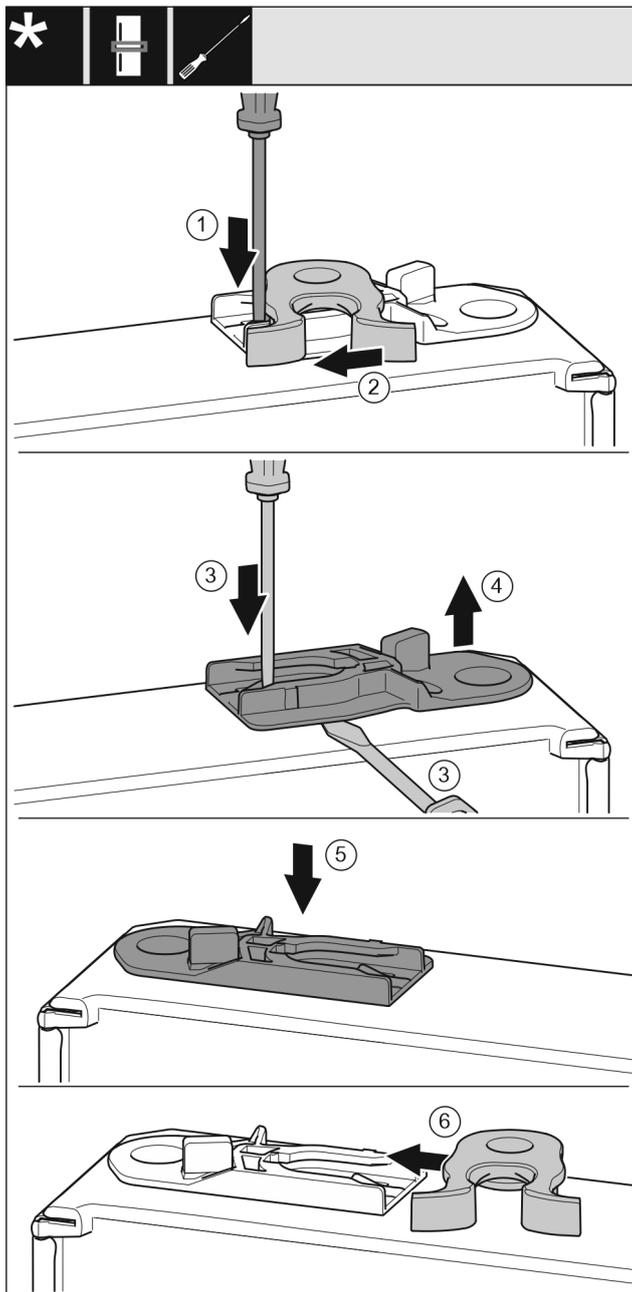

Fig. 17
- ▶ Apăsați în jos eclisa cu șurubelnița plată. Fig. 17 (1)
- ▶ Trageți cârligul de închidere din ghidaj. Fig. 17 (2)
- ▶ Scoateți bucșa de ghidare: Apăsați eclisa cu șurubelnița plată și deplasați concomitent cu șurubelnița plată sub bucșa de ghidare. Fig. 17 (3, 4)
- ▶ Împingeți bucșa de ghidare atașată în pachetul de livrare pe altă parte a carcasei. Fig. 17 (5)
- ▶ Împingeți cârligul de închidere în ghidaj. Fig. 17 (6)